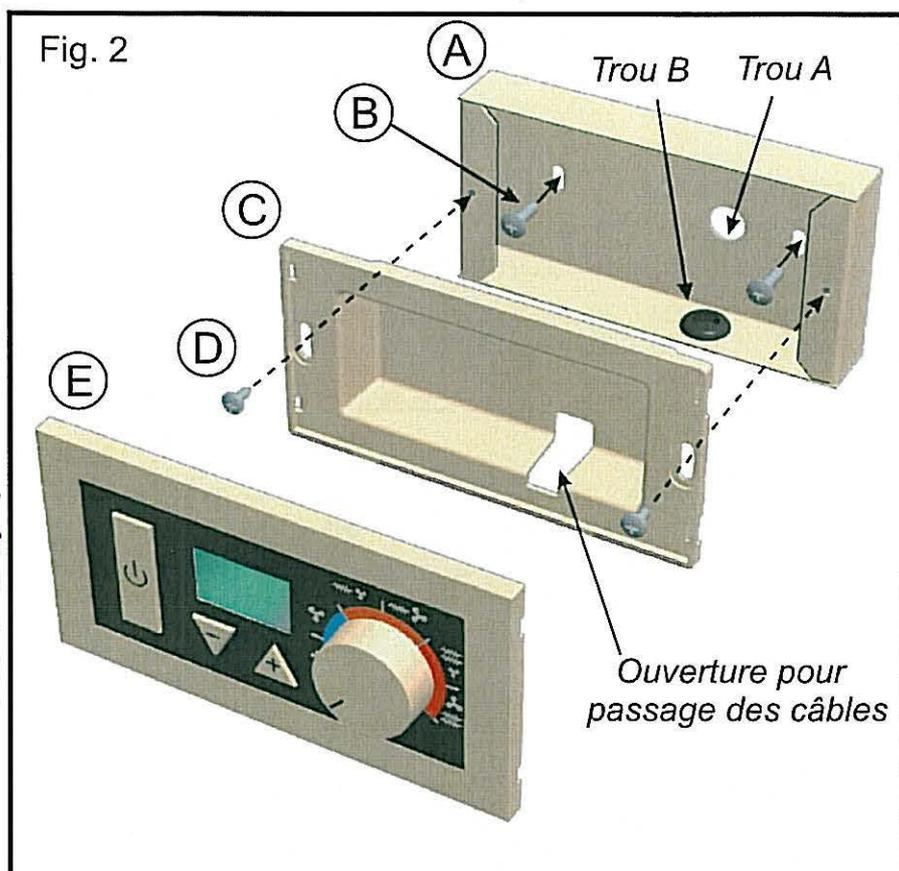

Fig. 2
Faire passer les fils d'alimentation par l'ouverture prévue à cet effet sur le fond du boîtier (fig.2), Puis visser le fond avec 2 vis appropriées (D) sur le boîtier d'encastement.
3- Réaliser la connexion entre la carte électronique de l'appareil et la carte électronique du boîtier de commande en faisant passer les fils* par l'ouverture prévue à cet effet sur le fond du boîtier - voir Fig.2.